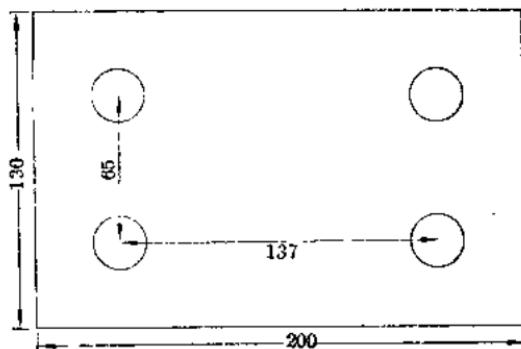

图 1
i. 在 200×130 [毫米]²的木板四角按 137×60 毫米的中心距，画出四根立柱的位置(图 1)。